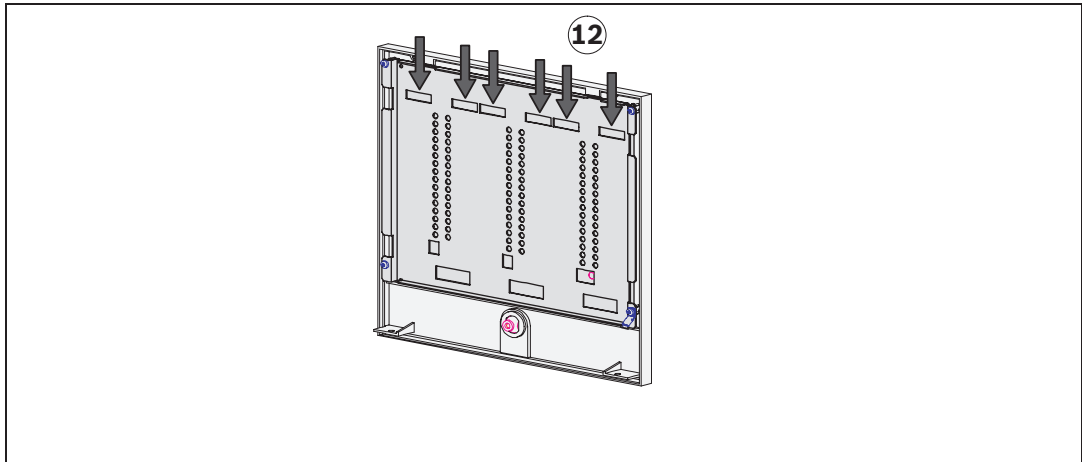

Bild 4.7: Einsetzen der Beschriftungsstreifen
11. Die Beschriftungsstreifen für die Meldermodule können mit einem handelsüblichen Laserdrucker individuell bedruckt werden. Eine dot-Datei (Print_BAT100LSN.dot) ist auf der CD enthalten, die mit der MPC Zentralensteuerung ausgeliefert wird. Auf der Rückseite der Gehäusehaubewerden die einzelnen Beschriftungsstreifen in die Schlitze eingeschoben (siehe Abb. 4.7 (12)).